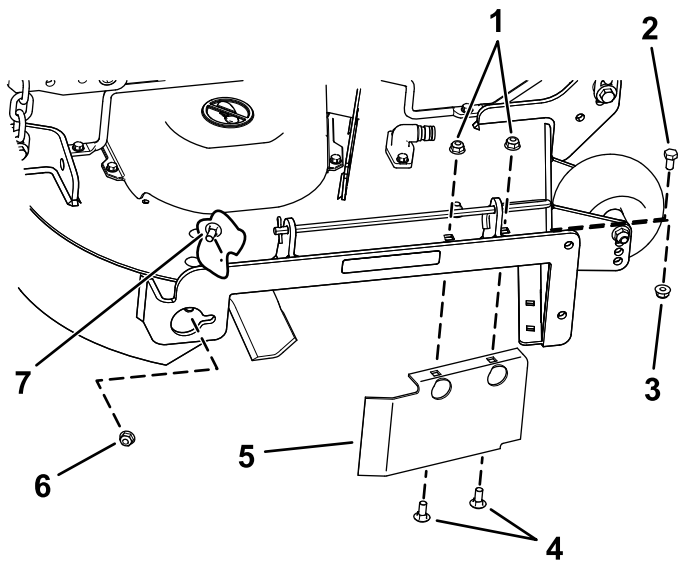

Figura 35
8. Rimuovete il bullone a testa tonda (5/16 x 3/4 poll.) e il dado di bloccaggio (5/16 poll.) che fissano il deflettore al lato posteriore del piatto di taglio (Figura 35).
9. Localizzate la protezione del deflettore davanti all'apertura di scarico laterale (Figura 35).
10. Rimuovete gli elementi di fissaggio che assicurano la protezione del deflettore e il deflettore destro al piatto di taglio (Figura 35).
13. Montate gli elementi di fissaggio rimossi in precedenza nei fori anteriori nella piastra di scarico e del foro anteriore del piatto di taglio (Figura 35).